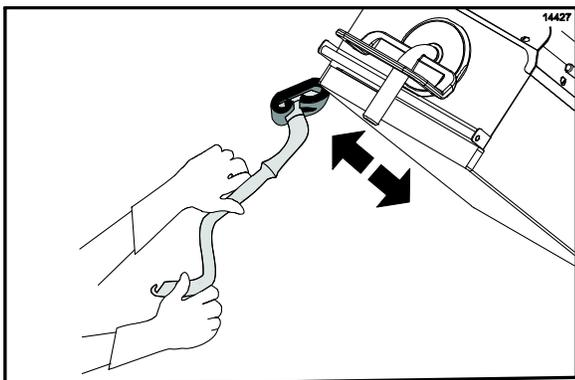

Figura 99
26. Talle los bordes exteriores de las placas derecha e izquierda. (Vea la figura 99.)